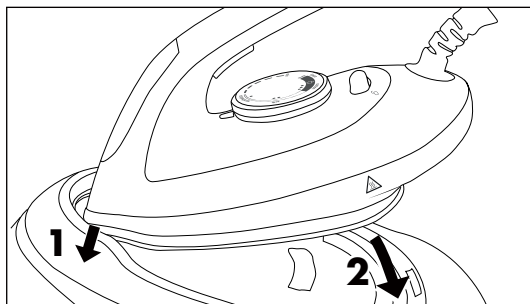

Fig. 8
- 4) El piloto de control del calentamiento ❶ se ilumina durante el calentamiento. Cuando el piloto de control del calentamiento ❶ se apague, se habrá alcanzado la temperatura ajustada y podrá comenzarse el planchado.
- 5) Después del planchado, coloque la plancha sobre la superficie de apoyo ❻ de la estación de base. Coloque primero la punta de la plancha bajo la esquina delantera de la superficie de apoyo ❻ y pose después la plancha completamente sobre la superficie de apoyo ❻ (consulte la fig. 8).